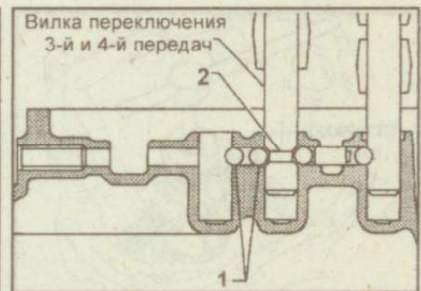

Рис. 9.267. Установка блокирующих шариков (1) и плунжера (2)
7. Установите блокирующие шарики и плунжер (рис. 9.267).